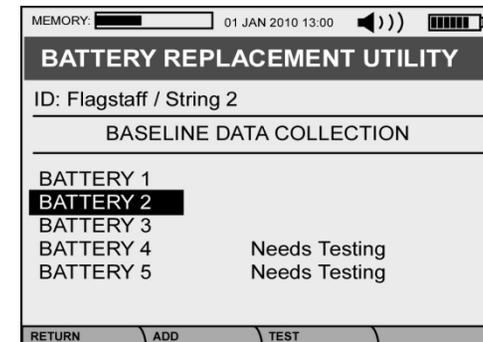

Figura 5.5. Pantalla Principal de Reemplazo de Baterías.
- (2) En la pantalla principal de la **UTILERÍA DE REEMPLAZO DE BATERÍAS** (**Figura 5.5**), se listan todas las baterías que pueden ser reemplazadas y las baterías que aún no fueron probadas, se marcan como **“Requiere probarse”**. **“Requiere probarse”** también aparece al lado de las baterías no probadas y marcadas para su reemplazo dentro del software IBMS™.
- (3) Mientras está en la pantalla de **UTILERÍA DE REEMPLAZO DE BATERÍAS** (**Figura 5.5**), el usuario puede seleccionar una batería de reemplazo para la prueba, presionando **Agregar (F2)**. Cuando se selecciona **Agregar**, el usuario podrá introducir el número de la batería dentro de la cadena en la sección de **“Introduzca ID”**. Solamente se pueden seleccionar valores de ID relacionados con la batería ó celda. Por ejemplo, si 10 fue seleccionado, pero solamente hay 5 baterías en la cadena (Batería 1, 2, 3, 4, 5), una pantalla